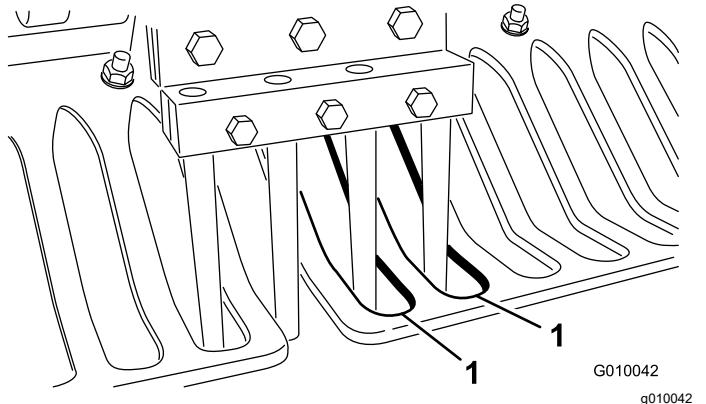

Figure 26
7. Vérifiez que les louchets sont bien alignés au centre des espaces dans les protège-gazon (Figure 26). Réglez les protège-gazon au besoin et serrez les écrous.